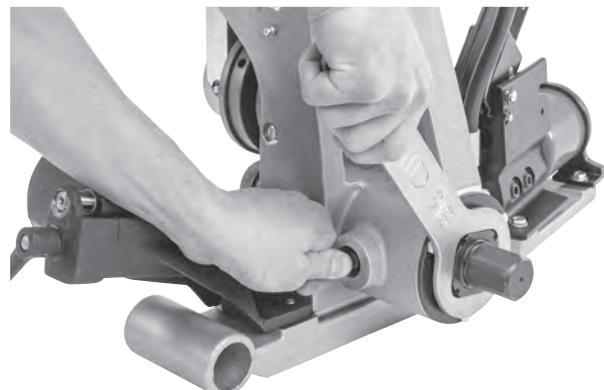

Abbildung 28 – Einrasten der Spindelsperre und Entfernen der Haltemutter für die Antriebswelle
3. Entfernen Sie die Haltemutter des Antriebswellenlagers mit einem Ringschlüssel (*Abbildung 28*), nachdem die Spindelsperre eingerastet ist.